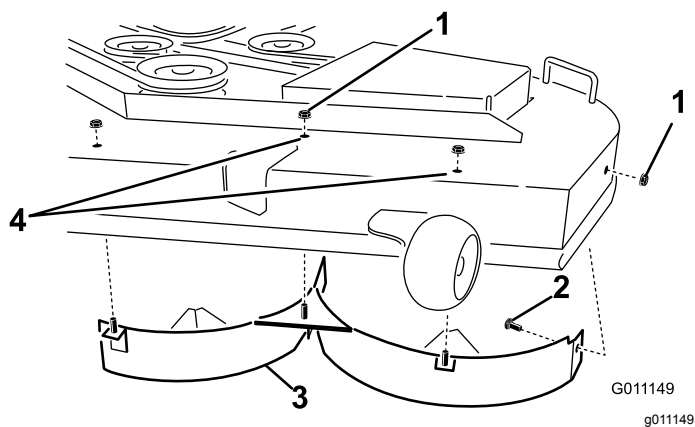

Figure 33
6. Retirez les trois contre-écrous (5/16") fixés aux montants soudés du déflecteur gauche sur le dessus du plateau de coupe, au centre, à gauche du centre et à gauche (Figure 33). Sur la paroi latérale du plateau de coupe, retirez le boulon de carrosserie et le contre-écrou qui fixent le déflecteur gauche au plateau.
- Déposez le déflecteur gauche du plateau de coupe, comme montré à la Figure 33.
- Trouvez les deux boulons dans les pièces détachées et utilisez les contre-écrous existants. Placez ces fixations dans les trous du plateau de coupe (voir Figure 33) pour éviter la projection de débris. Montez le boulon en passant par le dessous du plateau de coupe et fixez-le au-dessus avec un contre-écrou existant.